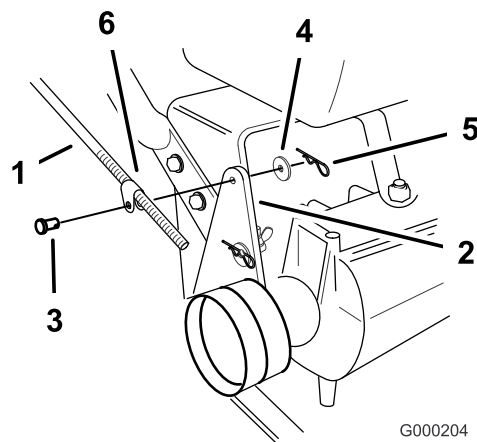

Рисунок 15
1. Снимите игольчатый шплинт, шайбу и штифт, с помощью которых опора тяги управления крепится к кронштейну натяжного ролика (Рисунок 15).